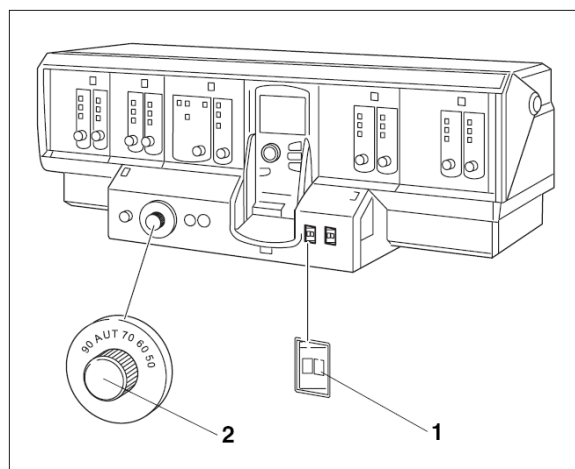

Fig. 1 Instrumentpanel, t ex Logamatic 4311
- Sätt kontakten Drift (Fig. 1. pos. 1) i ställning "I" (In).
- Ställ driftstermostaten (Fig. 1, pos. 2) på AUT eller 80° C. Vid konstantreglering ska du ställa in den önskade temperaturen, det vill säga vid gaseldning min. 60°C och vid oljeeldning min. 50°C.
- Sätt kontakten Drift (Fig. 1, pos. 1) i ställning "0" (Från).